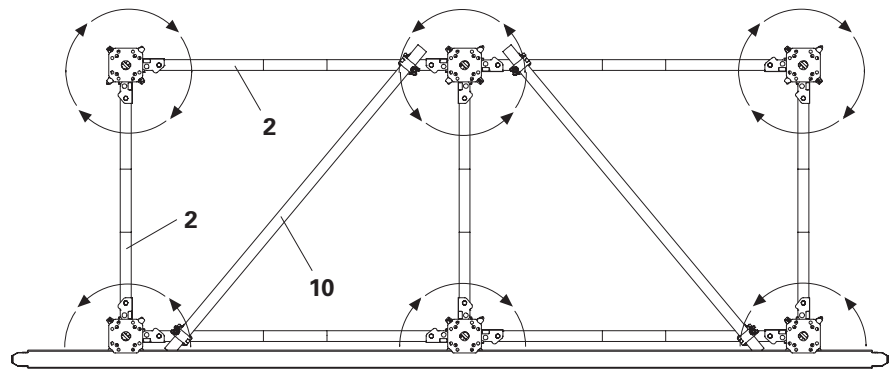

Fig. A3.06
- Le strutture devono essere rinforzate con tubi di impalcatura 48,3x3,2 mm (**10**) diagonalmente a metà altezza della torre. (Fig. A3.06)